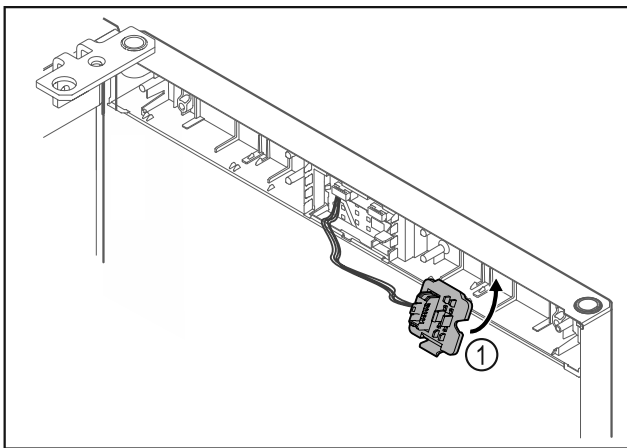

Fig. 22
- Stekkerhouder Fig. 22 (1) aan tegenoverliggende zijde vergrendelen.